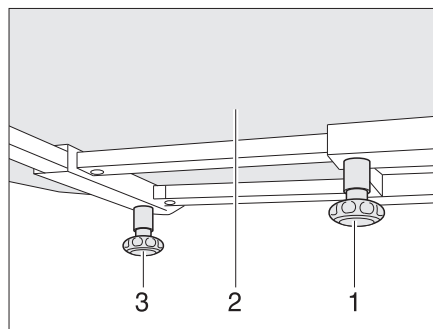

Fig. 82 Mesa fija
- Aflojar el tornillo moleteado (Fig. 82,1).
- Desplazar a la posición deseada el tablero de la mesa (Fig. 82,2).
- Aflojar el tornillo moleteado (Fig. 82,3).